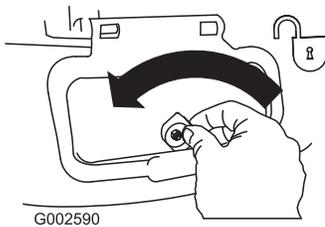

Figure 34
1. Déverrouillez le volet d'éjection latérale (Figure 34).